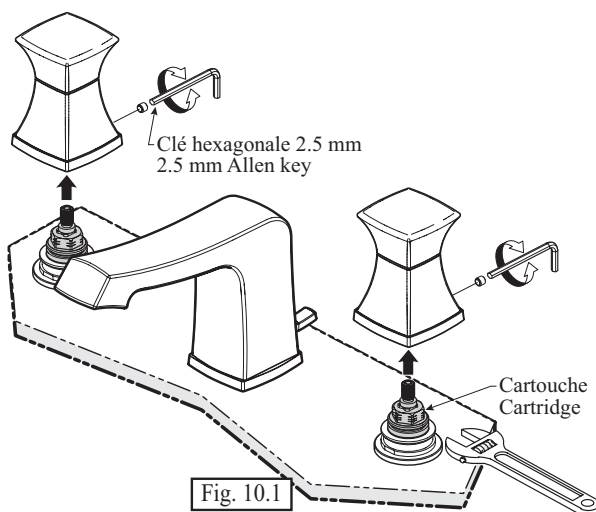

Fig. 10.1
- Serrer la **cartouche** à l'aide d'une clé à molette (fig. 10.1).
- Tighten the **retainer nut** using adjustable wrench (fig. 10.1).